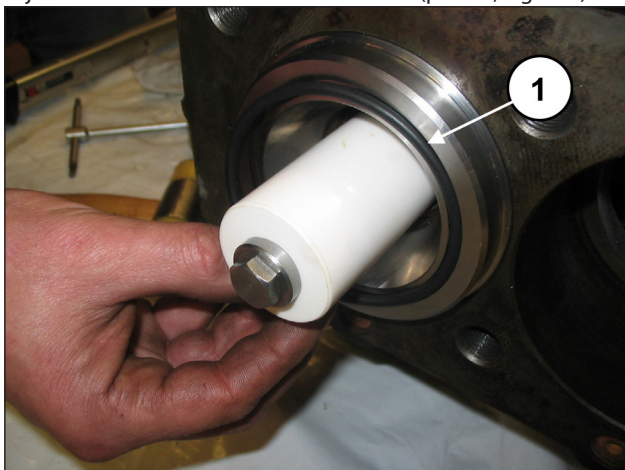
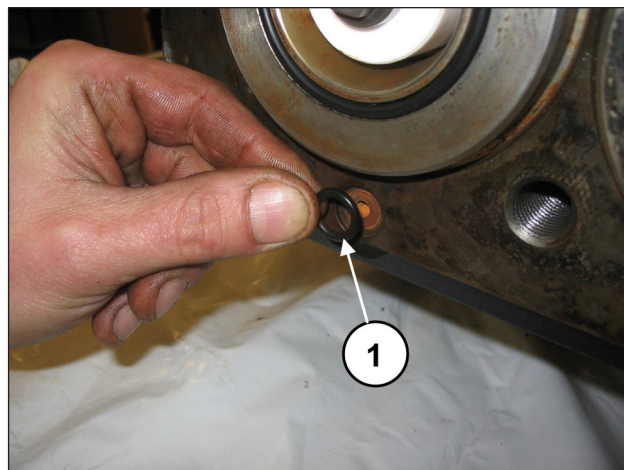

Fig. 142
Fig. 143
Montar la junta tórica frontal de la camisa (pos. ①, Fig. 142) y la junta tórica del orificio de recirculación (pos. ①, Fig. 143).